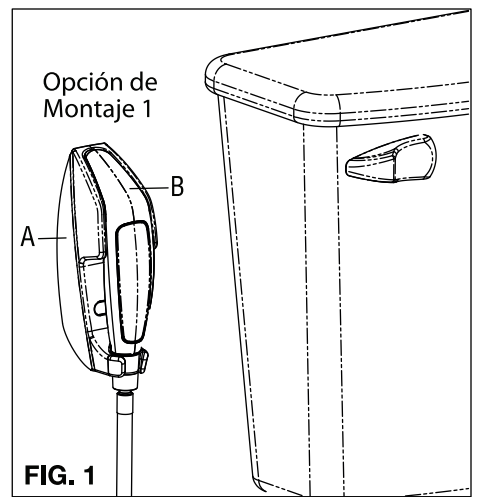
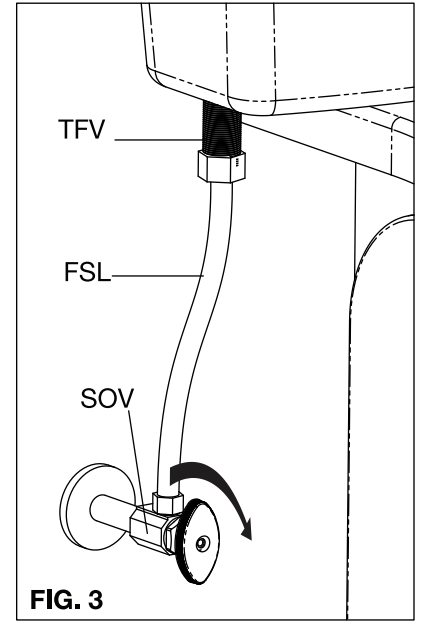

FIG. 1
FIG. 3
1. Check existing toilet water supply line between the Shut-Off Valve (SOV) and the Toilet Fill Valve (TFV) connection on the bottom of the toilet tank. If the supply line is rigid, it will need to be replaced with a Flexible Supply Line (FSL). Be sure to measure the distance between the Shut-Off Valve (SOV) and the Toilet Fill Valve (TFV) connection to ensure selecting correct length supply line. [Fig.3]
2. Choose an installation location. The Cradle (A) can be mounted in two different ways:
The Cradle can be mounted on the wall using either the included Adhesive Pad (J) or included Screws (M) and Drywall Anchors (L). [Fig. 1]
1. Turn the Shut-Off Valve (SOV) lever in a clockwise direction to turn **OFF** water supply and then flush toilet until tank is completely empty. Disconnect Flexible Supply Line (FSL) from the Toilet Fill Valve (TFV). [Fig.3]
- Elegir un lugar de ubicación. La Base Soporte (A) puede ser instalada de dos formas diferentes:
La Base Soporte (A) puede ser instalada sobre el muro, utilizando el Adhesivo Doble Faz (J) incluido o sino los Tornillos (M) y Anclajes Plásticos (L) también incluidos en el Kit. [Fig. 1]
- Cierre** la Llave de Paso (SOV) y vacíe el estanque completamente, luego desconecte la Línea de Abasto (FSL) de la entrada de Válvula del Estanque (TFV). [Fig.3]
- Vérifiez la conduite d'alimentation en eau actuelle des toilettes entre le raccord du Robinet d'Arrêt (SOV) et du Robinet de Remplissage des Toilettes (TFV) en bas du réservoir des toilettes. Si cette conduite d'alimentation est rigide, elle aura besoin d'être remplacée par une Conduite d'Alimentation Flexible (FSL). Veillez à vérifier la distance entre le raccord du Robinet d'Arrêt (SOV) et du Robinet de Remplissage des Toilettes (TFV) pour assurer de choisir une conduite d'alimentation de la Bonne Longueur. [Fig.3]
Le Support de Bidet (A) peut être monté au mur à l'aide soit du Tampon Adhésif (J) fourni, soit des vis et chevilles pour cloison sèche comprises. [Fig. 1]
- Tournez le levier du Robinet d'Arrêt (SOV) dans le sens des aiguilles d'une montre pour **FERMER** l'alimentation en eau et tirez ensuite la chasse jusqu'à ce que le réservoir des toilettes soit complètement vide. Débranchez la Conduite d'Alimentation Flexible (FSL) du Robinet de Remplissage des Toilettes (TFV). [Fig.3]